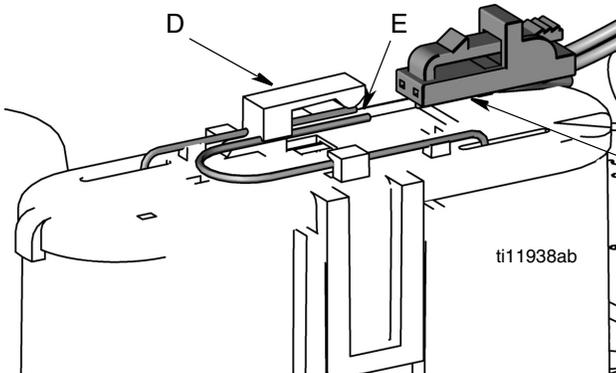

图 48
- 通过小心地将连接器滑过电池端子 ( E )，将引线 ( B ) 重新连接到电池，直至其牢固地卡入夹子 ( D ) 下方的位置 ( 图 48 )。